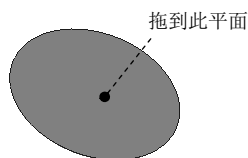

图 10.4.10 成形特征 1
(1) 选择成形工具。在“设计库预览”对话框中选择“form\_tool\_01”文件并拖动到如图 10.4.10 所示的平面,此时系统弹出“成形工具特征”对话框。